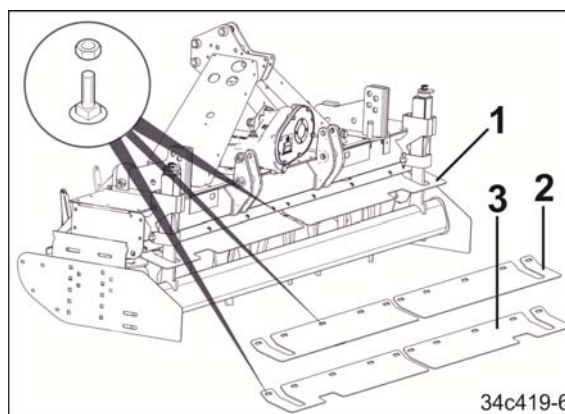

Bild 79
Jordbearbetningsmaskinens skyddsplåtar (Bild 79/1) finns i två olika utföranden.
- Skyddsplåt (Bild 79/2) för alla AMAZONE vältar, förutom Cracker Disc-välten (CDW)
- Skyddsplåt (Bild 79/3) för Cracker Disc-välten (CDW).